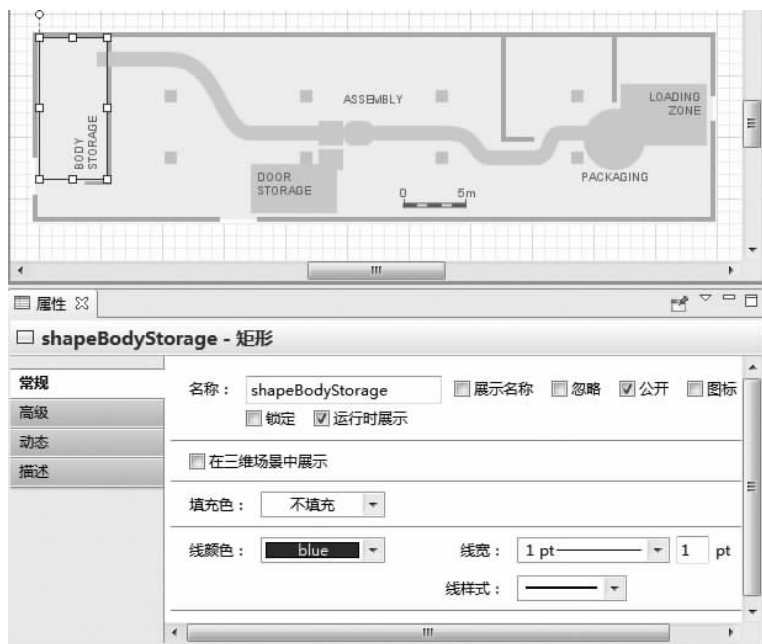

图 3-25 矩形属性视图中的常规页面
① 支持绘制模式的元素(在面板中用图标表示),可以通过拖曳的方式添加到图纸中。
② 在绘制模式中,绘制形状的步骤十分简单。用户既可以绘制特定尺寸的椭圆或矩形,也可以逐个点的绘制一条折线。
③ 双击“面板”中可绘制的元素即可激活绘制模式。这时图标会变成,即可在图形化编辑器中绘制所需的形状,如图 3-25 所示。